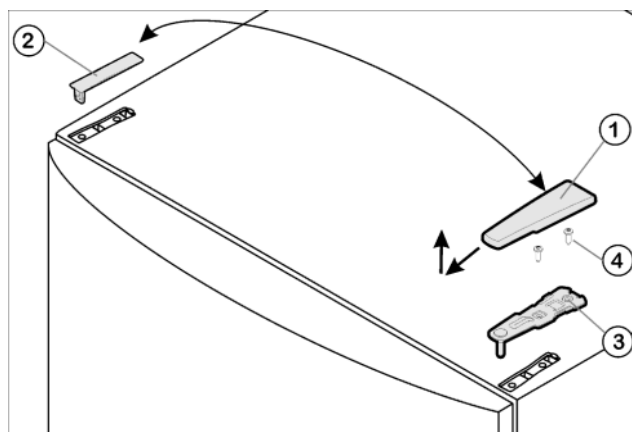

Fig. 4
- ▶ Потяните крышку Fig. 4 (1) вперед и вверх.
- ▶ Снимите крышку Fig. 4 (2).
- ▶ Открутите верхний опорный кронштейн *Fig. 4 (3)* (2 шт. Torx® 25) *Fig. 4 (4)* и вытяните вверх.
- ▶ Установите верхний опорный кронштейн *Fig. 4 (3)* на новой стороне шарнира и защелкните в дверце.
- ▶ Привинтите верхний опорный кронштейн (**с моментом 4 Нм**) (2 шт. Torx® 25) Fig. 4 (4). При необходимости сделайте отверстия или используйте аккумуляторную отвертку.
- ▶ Наденьте и защелкните крышку Fig. 4 (1) и крышку Fig. 4 (2) на противоположной стороне снаружи.